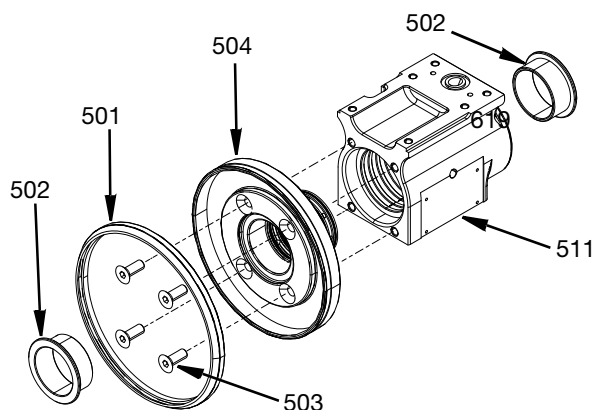

FIG. 25
1. Inserte el anillo de apoyo (510) en el extremo de la cavidad más grande del conjunto del alojamiento de la pieza giratoria (511) hasta que dicho anillo quede a escuadra contra el hombro interno.
2. Aplique una fina capa de grasa de litio en el exterior de la junta tórica de la junta de sellado giratoria (508). Para evitar daños en la junta tórica de la junta de sellado giratoria, insértela en ángulo en la cavidad del alojamiento de la pieza giratoria (511).
Asegúrese de que la junta tórica no se rasgue contra la abertura de entrada y empuje la junta de sellado giratoria contra el anillo de apoyo (510). Consulte la vista lateral en la FIG. 25.
3. Inserte el anillo distribuidor de material (509) en la cavidad del alojamiento de la pieza giratoria (511). Se recomienda utilizar la **Herramienta de inserción/extracción de juntas de sellado de material, 17V972** de la página 38 y un mazo de cara blanda. Empuje el anillo de distribución de material (509) y la junta de sellado giratoria (508) hasta el fondo de la cavidad.
4. Aplique una fina capa de grasa de litio en el exterior de la siguiente junta tórica de la junta de sellado giratoria (508). Para evitar daños en la junta tórica de la junta de sellado giratoria, insértela en ángulo en la cavidad del alojamiento de la pieza giratoria (511). Asegúrese de que la junta tórica no se rasgue contra el puerto de drenaje y empuje la junta giratoria contra el anillo de apoyo de material (509). Consulte la vista superior en la FIG. 25.
7. Aplique una fina capa de grasa de litio en las juntas tóricas (505) e insértelas en la cavidad del alojamiento de la pieza giratoria (511). Aplique lubricante antiagarrotamiento a los tornillos M6 de cabeza hueca plana (503) y enrósquelos con los dedos. Consulte la FIG. 25.
8. Empuje un cojinete embridado (502) en el alojamiento de la pieza giratoria (511) y un cojinete embridado (502) en el cojinete del anillo de distribución de aire (504). Consulte la FIG. 25.
9. Ponga el anillo de sellado antipolvo (501) por la superficie exterior del cojinete del anillo de distribución de aire (504). Consulte la FIG. 25.